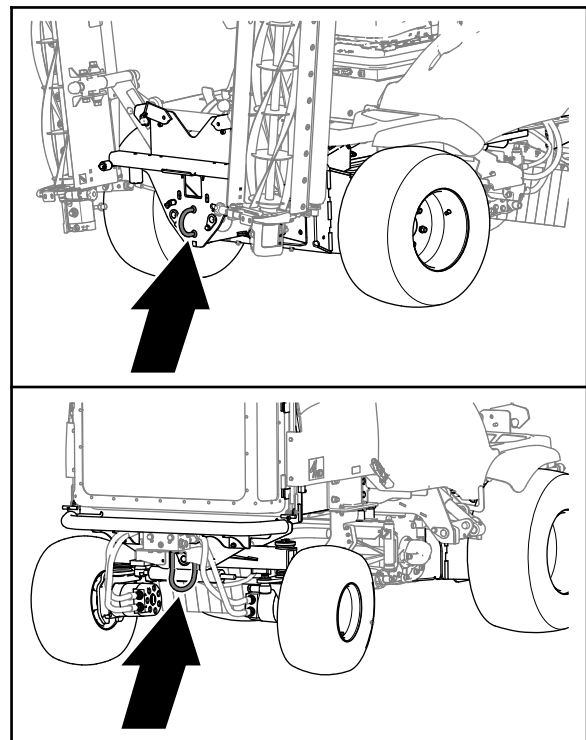

Bild 32
5. Setzen Sie eine **starre** Abschleppstange zwischen der Abschleppöse vorne an der Maschine und dem Zugfahrzeug ein (Bild 32).